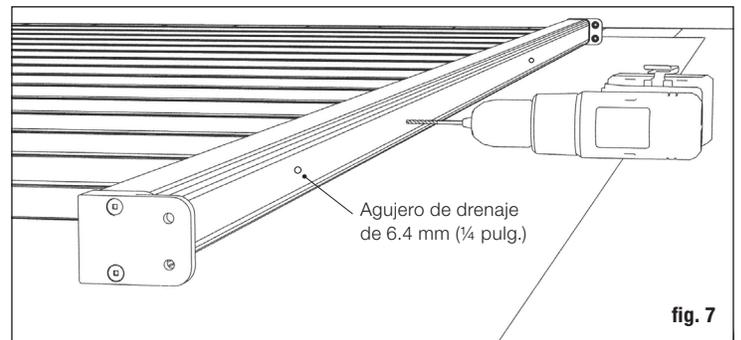

fig. 7
Paso 5: Se requiere un soporte de barandal cada 2 pies (en el kit de 183 cm [6 pies] se incluyen 2 y en el kit de 244 cm [8 pies] se incluyen 3). Fije los conectores del soporte de barandal a la cara inferior del barandal inferior cada 61 cm (2 pies). Pretaladre con una broca de taladro de 3 mm (1/8 pulg.) Fije los soportes de barandal a los conectores de los bloques de apoyo. Marque la ubicación del soporte de barandal en la superficie de la terraza y sujete el otro conector para soporte de barandal a la terraza utilizando los tornillos incluidos (fig. 7). **Taladre dos agujeros de drenaje de 6.4 mm (1/4 pulg.) que atraviesen la parte inferior del larguero, para evitar la acumulación de agua. Centre los agujeros de drenaje entre las posiciones de dos balaustres, ya que el balaustre puede bloquear el canal y evitar que el agua se drene correctamente.**